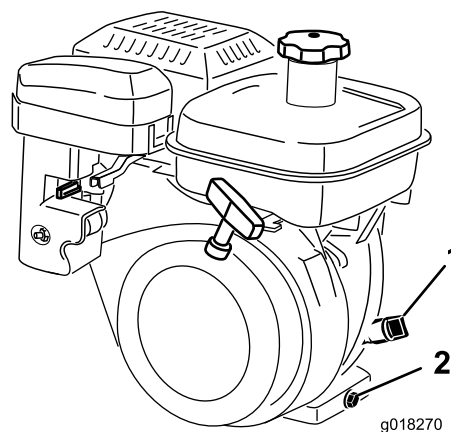

Figura 30
2. Coloque o cortador de maneira a que o motor esteja nivelado e limpe à volta o medidor do nível de óleo (Figura 30).
3. Retire o medidor de nível do óleo, rodando-o no sentido contrário ao dos ponteiros do relógio (Figura 30).
4. Limpe o medidor e insira-o no orifício de enchimento. Não o aperte no orifício. Depois retire e verifique o nível de óleo. Se o nível estiver baixo, adicione apenas o óleo suficiente para aumentar o nível até se encontrar entre as marcas "H" e "L" no medidor (Figura 30). Volte a verificar o nível de óleo. Não encha demasiado.
2. Coloque um recipiente de drenagem na traseira da máquina, debaixo do tampão de escoamento (Figura 30). Solte o tampão de escoamento.